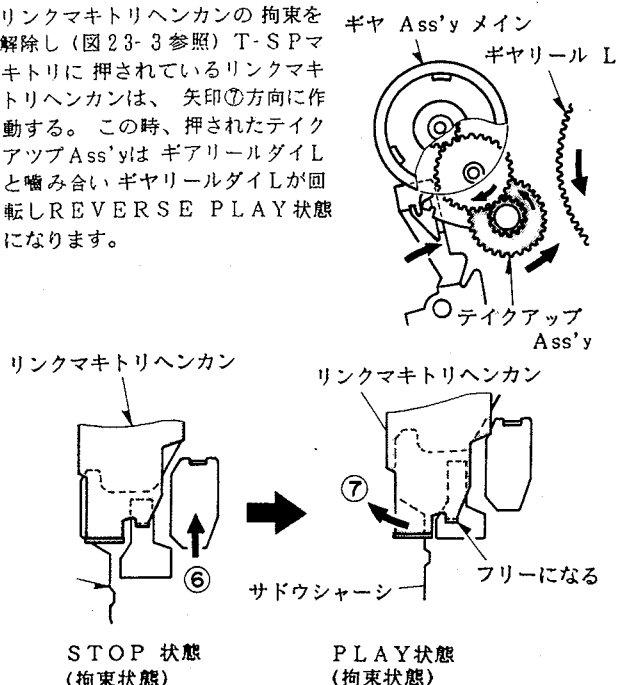

Fig. 23-3
- 3) 2)の作動によりサドウシャーシはリンクマキトリヘンカンの拘束を解除し (図 23-3 参照) T-SPマキトリに押されているリンクマキトリヘンカンは、矢印⑦方向に作動する。この時、押されたテイクアップ Ass'yはギヤリールダイLと噛み合いギヤリールダイLが回転しREVERSE PLAY状態になります。